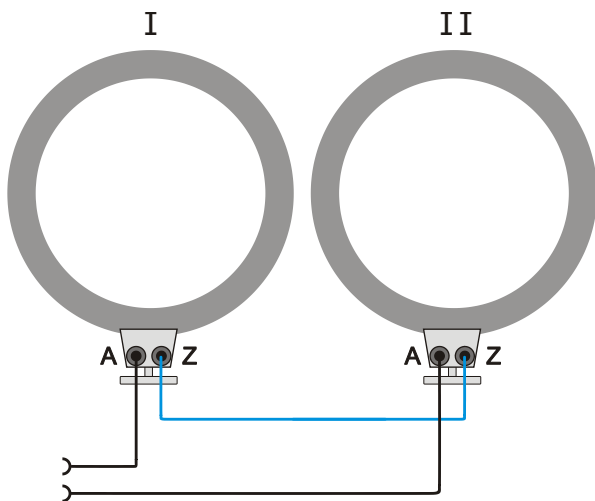

Fig. 3.1 Conexão em série
- No caso de conexão em série, ligar o conector Z da bobina 1 com o conector Z da bobina 2 (ver fig. 3.1).